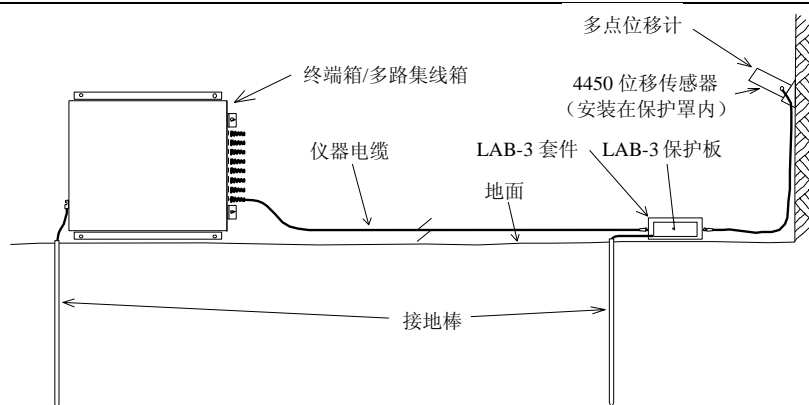

图 2-推荐的雷电保护示意图
- 如果传感器与终端盒和多路集线箱连接，可以考虑在终端盒或多路集线箱内安装放电装置。终端盒与多路集线箱在基康均有供应，设备已为这些元件预留有现成的安装位置。由基康提供的雷电保护板 LAB-3（选装件）可以直接安装在传感器附近，该装置有可拆卸的顶盖，以便保护板损坏时，用户可以自行更换受损元件或保护板。此外在外壳上还设置了接地端子，参见图 2，有关详细信息可与厂家接洽。